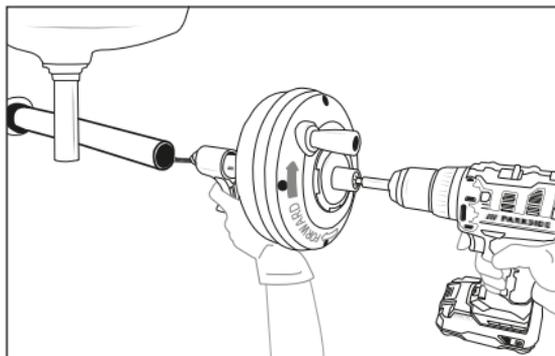

Fig. 3
- 8) Kontrollér, om produktet kan holdes med en afstand på højst 10 cm til afløbsåbningen. Hvis afstanden til afløbsåbningen er større, øges risikoen for, at spiralen ⑧ vrides eller knækker. Hvis afstanden er større, skal afløbsåbningen forlænges med rør og tilslutninger af samme størrelse, så produktet maksimalt kan anbringes 10 cm foran afløbsåbningen (se fig. 3). Hvis spiralen ⑧ ikke støttes rigtigt, kan den knække, vrides og beskadiges, eller betjeningspersonen kan kvæstes.
- ▶ Overhold betjeningsanvisningerne for at reducere faren for tilskadekomst på grund af elektrisk stød, drejet eller ødelagt spiral ⑧, svirpende spiralender, produktet der vælter, kvæstelser på grund af kemikalier, infektioner og andre årsager.
- 7) Drej tromlen **2** i urets retning (kan ses på pilen på bagsiden af tromlen **2**, se fig. 3), og tryk på udløseren **6**. Ved aktivering af udløseren **6** føres spiralen **8** ind i afløbet. Du kan også skubbe spiralen **8** hurtigt frem og trække den tilbage ved at tage den manuelt ud af tromlen **2** eller skubbe den ind.
- 9) Hvis spiralen ⑧ blokerer eller sætter sig fast, må du ikke dreje tromlen ② længere. Hvis du drejer tromlen ② længere frem, kan spiralen ⑧ vrides og knække. Muligvis er det nødvendigt at fjerne spiralen ⑧ fra tilstopningen ved at dreje tromlen ② tilbage. I nogle tilfælde er det muligt at tage spiralen ⑧ med tilstopningen manuelt ud af afløbet. Sørg så for, at du ikke beskadiger spiralen ⑧. Fjern tilstopningen fra spiralen ⑧, og sæt spiralen ⑧ tilbage i tromlen ②. Fortsæt med at rense afløbet som beskrevet ovenfor.
- 11) Fortsæt med rensning af afløbet. Vær opmærksom på, hvor langt spiralen ⑧ føres ind i afløbet. Sæt ikke spiralen ⑧ for langt ind i et stort afløb. Derved kan spiralen ⑧ danne knuder eller være årsag til skader.
- 12) Drej tromlen ② mod uret, så snart afløbet er rensat. Tryk hertil på udløseren ⑥ for at trække spiralen ⑧ ind. Vær forsigtig, da spiralen ⑧ kan sætte sig fast ved indtrækning.
- 13) Slip udløseren ⑥, og lad være med at dreje tromlen ② mere, når enden af spiralen ⑧ nærmer sig afløbsåbningen. Tag ikke enden af spiralen ⑧ ud af afløbet, mens den roterer. Den svirpende ende af spiralen ⑧ kan forårsage alvorlige kvæstelser.
- 15) Tag resten af spiralen ⑧ ud af afløbet med hånden, og sæt spiralen ⑧ tilbage i tromlen ②.